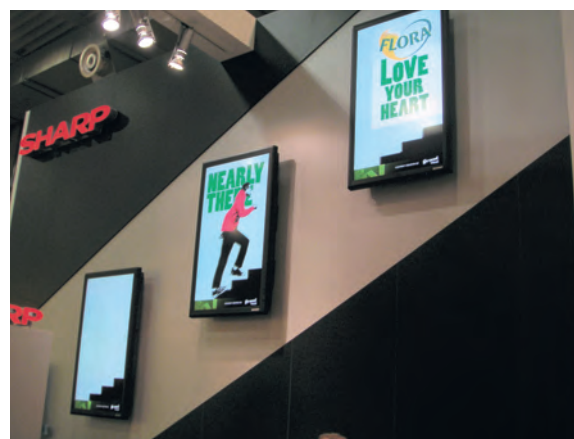

Рис. 8. Эскалаторная e-Signage система
- открывать новые области применения, например рекламно-информационные приложения. На рис. 8 представлена эскалаторная e-Signage система – относительно новая область применения больших ЖК-панелей (такая система на 1750 мониторов работает в лондонском метро;